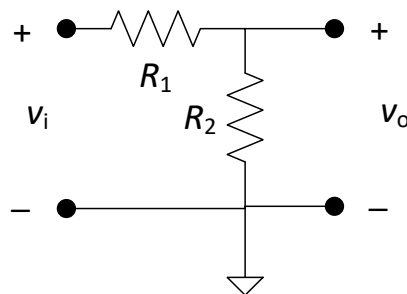

Figura 3. Divisor de tensió.
- TC1. Respecte al circuit de la Figura 3, es connecta el GF a l'entrada (v_i) i un instrument de mesura (OSC o MD) a la sortida (v_o). El GF genera el senyal de la qüestió P2.
- Munteu el circuit de la Figura 3 amb resistències d'1 k Ω i connecteu el GF a l'entrada i l'OSC a la sortida.